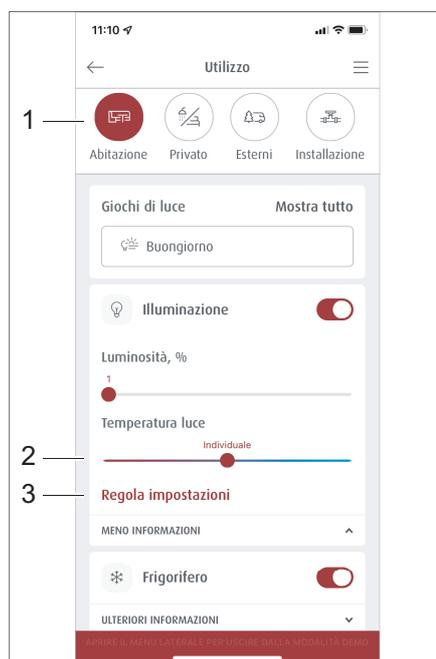
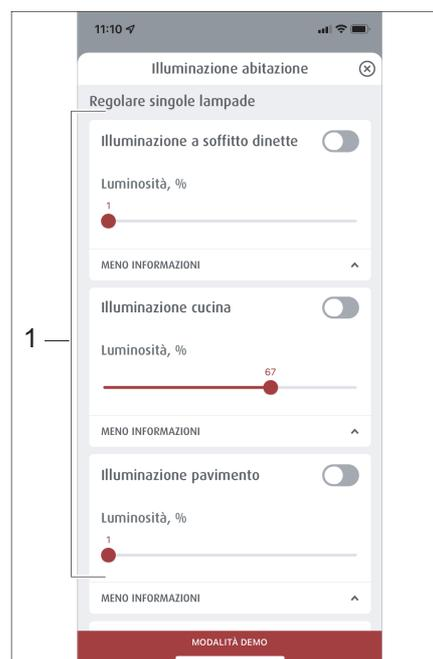

Fig. 293 Selezione di scenari precostituiti
Fig. 294 Gestione degli scenari
- Digitare nel menu *Utilizzo* il pulsante *Abitare* (Fig. 293,1).
- Digitare nel menu *Abitare* su *Impostazione personalizzata luci* (Fig. 293,3). Il menu *Impostazione personalizzata luci* (Fig. 294) si apre.
- Selezionare nella scelta di illuminazione (Fig. 294,1) l'illuminazione desiderata e impostare con il regolatore a scorrimento (Fig. 293,2) la temperatura della luce.